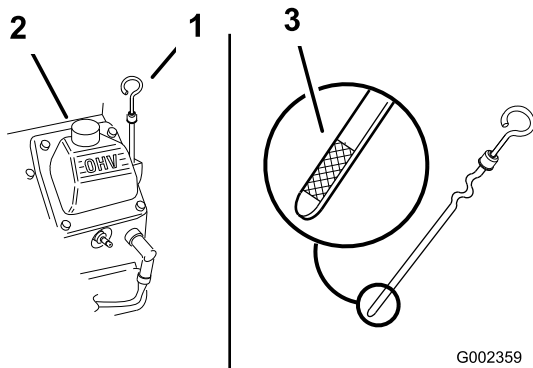

Рисунок 16
2. Очистите поверхность вокруг масляного щупа (Рисунок 16), чтобы загрязнения не могли попасть в заливное отверстие и привести к повреждению двигателя.
3. Выньте масляный щуп, дочиستا вытрите его и затем снова вставьте до упора (Рисунок 16).
Уровень масла должен быть у отметки Full («Полный») на металлическом конце масляного щупа (Рисунок 16).
5. Если уровень масла ниже метки Full («Полный»), снимите крышку заливной горловины (Рисунок 16) и добавляйте масло, пока его уровень не достигнет отметки Full («Полный») на щупе. **Не допускайте переполнения.**